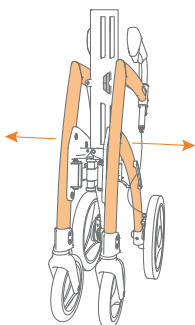

Abbildung 14: Ausklappen durch Ziehen
- Ziehen Sie die Seitenteile des Rollz Motion Electric auseinander, bis er fast vollständig ausgeklappt ist (**Abbildung 14**).